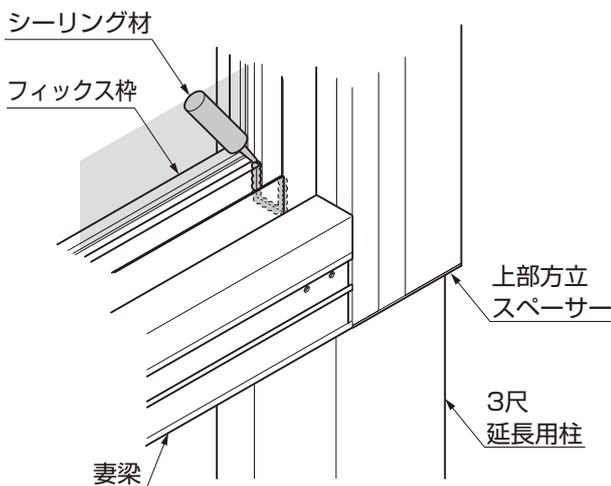

図25-9 柱側
- ②フィックス枠縦とフィックス枠横の連結箇所をシーリングしてください。(図25-8、図25-9参照)